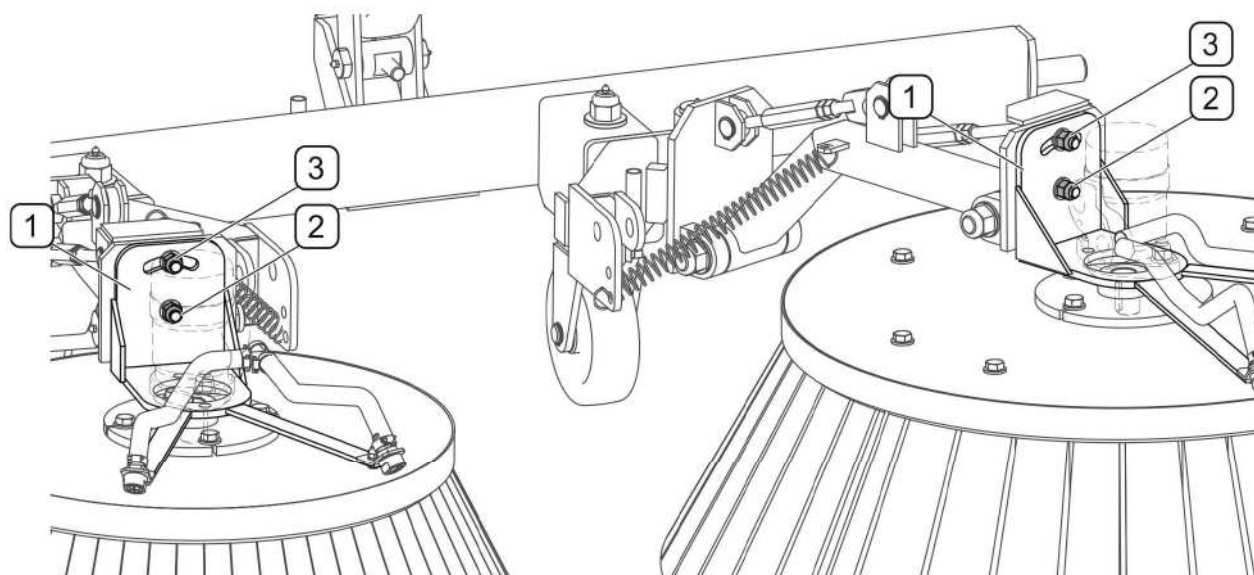

РИСУНОК 5.10А Регулирование поперечного наклона щеток
(1)- кронштейн крепления гидродвигателя; (2)- ось вращения кронштейна;
Для регулирования поперечного наклона (РИСУНОК 5.10А) необходимо слегка отвинтить гайки (2) и контргайки (3) и отрегулировать положение кронштейна (1) крепления гидродвигателя. Отрегулировать угол наклона отдельно для каждой щетки.